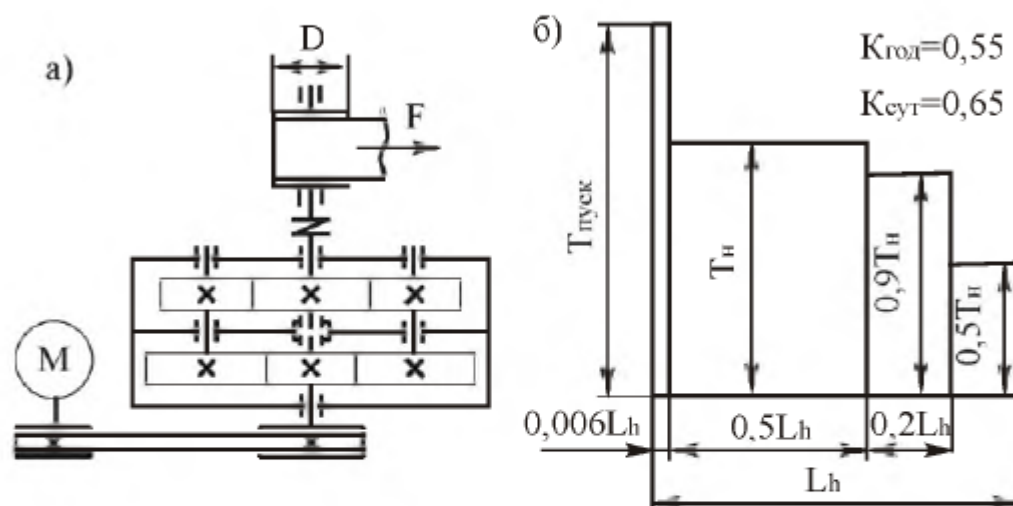

Рис. 6.16. Привод ленточного конвейера:
**Тема 16.** Спроектировать привод ленточного конвейера (рис. 6.16, табл. 6.16). Привод вала барабана ленточного конвейера осуществляется от асинхронного электродвигателя общего машиностроительного применения через открытую ременную передачу и соосный двухпоточный цилиндрический редуктор. Выходной вал редуктора соединен с валом барабана упругой муфтой.